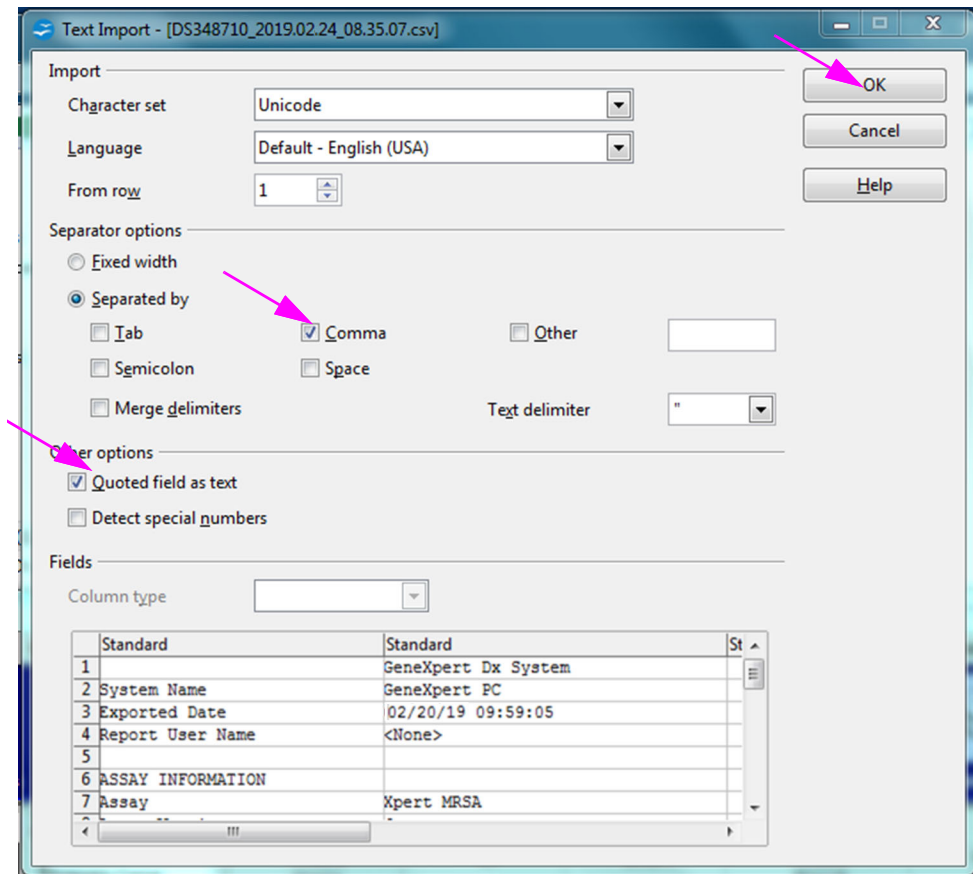

Figura D-4. Pantalla Text Import (Importar texto) con nuevos ajustes seleccionados
- Seleccione las casillas de verificación situadas a la izquierda de **Comma (Coma)** y **Quoted field as text (Campo citado como texto)**. Consulte la figura D-4.